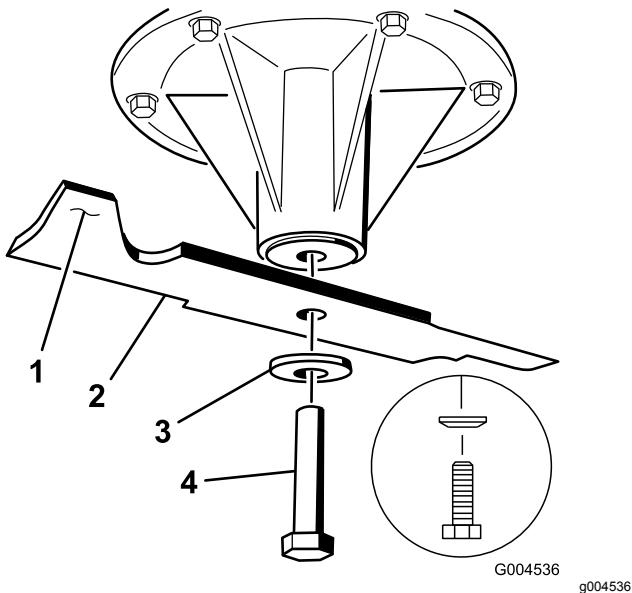

Figura 83
2. Instale a lâmina no eixo (Figura 83).
3. Instale a anilha curva e o parafuso da lâmina (Figura 83).
Nota: O cone da anilha curva deve ser montado virado para a cabeça do parafuso (Figura 83).